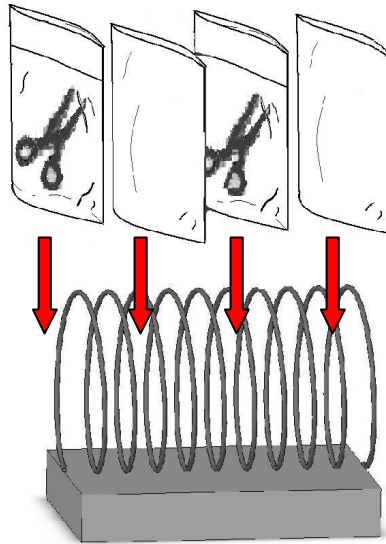
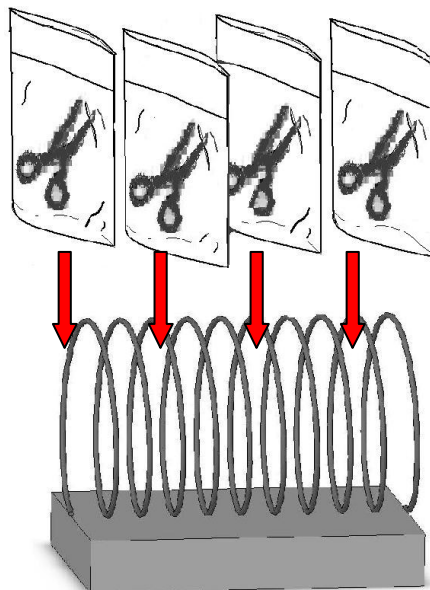

Figura 54
Figura 55
**⚠ Advertencia:** Sugerimos usar un Sujetador de resorte para los artículos con mangas de esterilización con el fin de asegurar el resultado de la esterilización. Siga las indicaciones de la Figura 54 o Figura 55 para colocar cada manga por separado. El sujetador de resorte se encuentra disponible como un accesorio opcional.